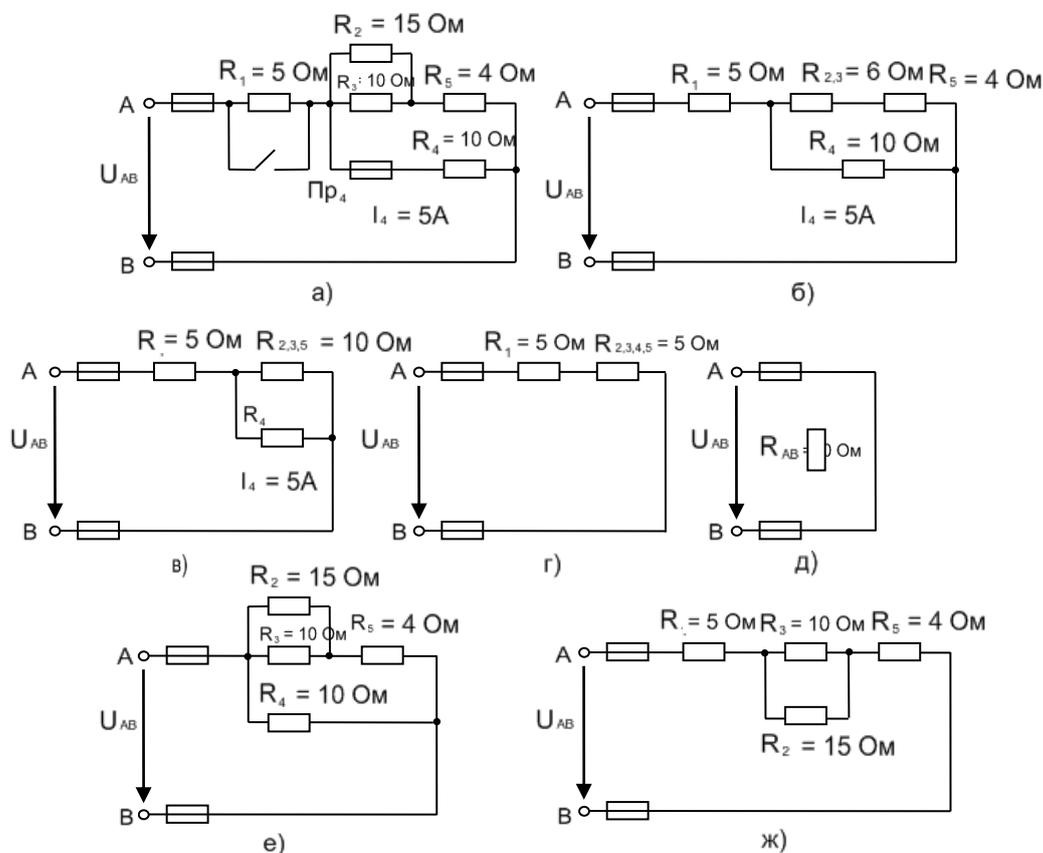

Рис.80
**Пример 1.** Для схемы, приведенной на рис. 80, определить эквивалентное сопротивление цепи  $R_{AB}$ , токи в каждом резисторе и напряжение  $U_{AB}$ , приложенное к цепи. Заданы сопротивления резисторов и ток  $I_4$  в резисторе  $R_1$ . Как изменятся токи в резисторах при: а) замыкании рубильника  $P_1$ , б) расплавлении вставки предохранителя  $Pr_4$ ? В обоих случаях напряжение  $U_{AB}$  остается неизменным.
Теперь схема цепи принимает вид, показанные на рис. 80 б.
Соответствующая схема приведена на рис. 80 в.
Теперь схема цепи имеет вид, приведенный на рис. 80 г.
$$R_{AB} = R_1 + R_{2,3,4,5} = 5 + 5 = 10 \text{ Ом (рис. 80, д).}$$
10. При включении рубильника P1 сопротивление  $R_1$  замыкается накоротко и схема цепи имеет вид, показанный на рис.80 е. Эквивалентное сопротивление цепи в этом случае
11. При расплавлении предохранителя Пр4 резистор  $R_4$  выключается и схема принимает вид, показанный на рис. 80, ж.